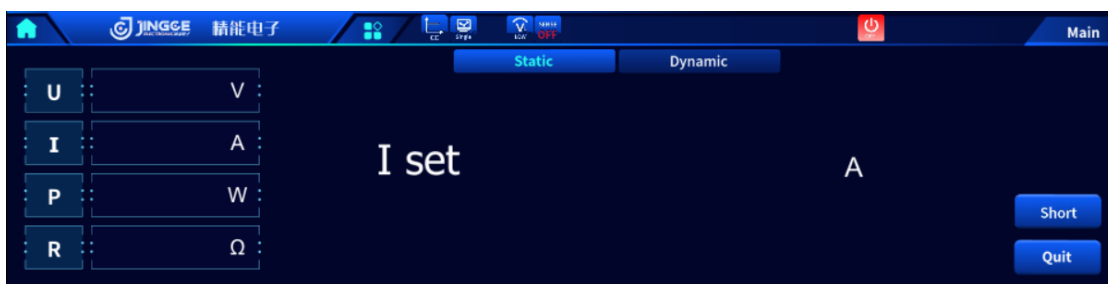

图 4-2 主界面
2. 自检测试完成后，屏幕将进入工作页面，如果不能进入，请联系经销商处理。如图 4-2 所示为开机正常进入工作的页面。